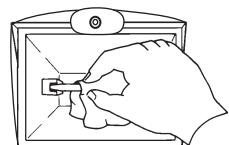

Fig. 2
2. Con guantes o un paño suave, con cuidado introduzca el foco ejerciendo presión en uno de los extremos para que encaje en uno de los casquillos de muelle y repita el mismo procedimiento con el otro extremo. El foco debe cazar con precisión dentro de los contactos (Fig. 2).